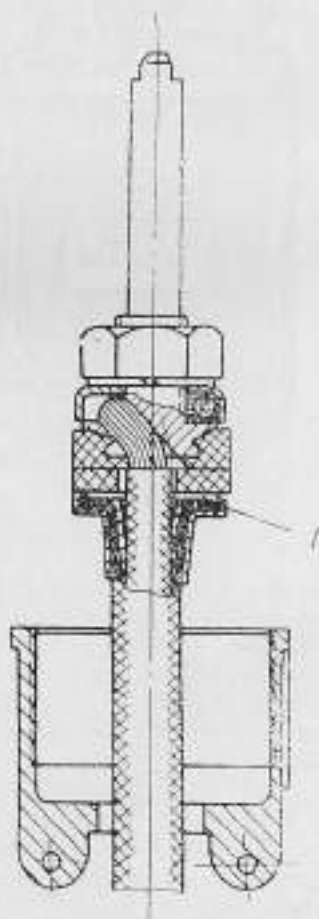

Abb. 47. Einpassung der Niederspannungsleitungen in die Stecker.
4. Die Einpassung der Abschirmumflechtung in die Steckverbindungen der Zündspule, des Reglerschalters, der Lichtmaschine und der EntstörfILTER erfordert besondere Aufmerksamkeit und muß wie auf Abb. 47 gezeigt, ausgeführt werden.